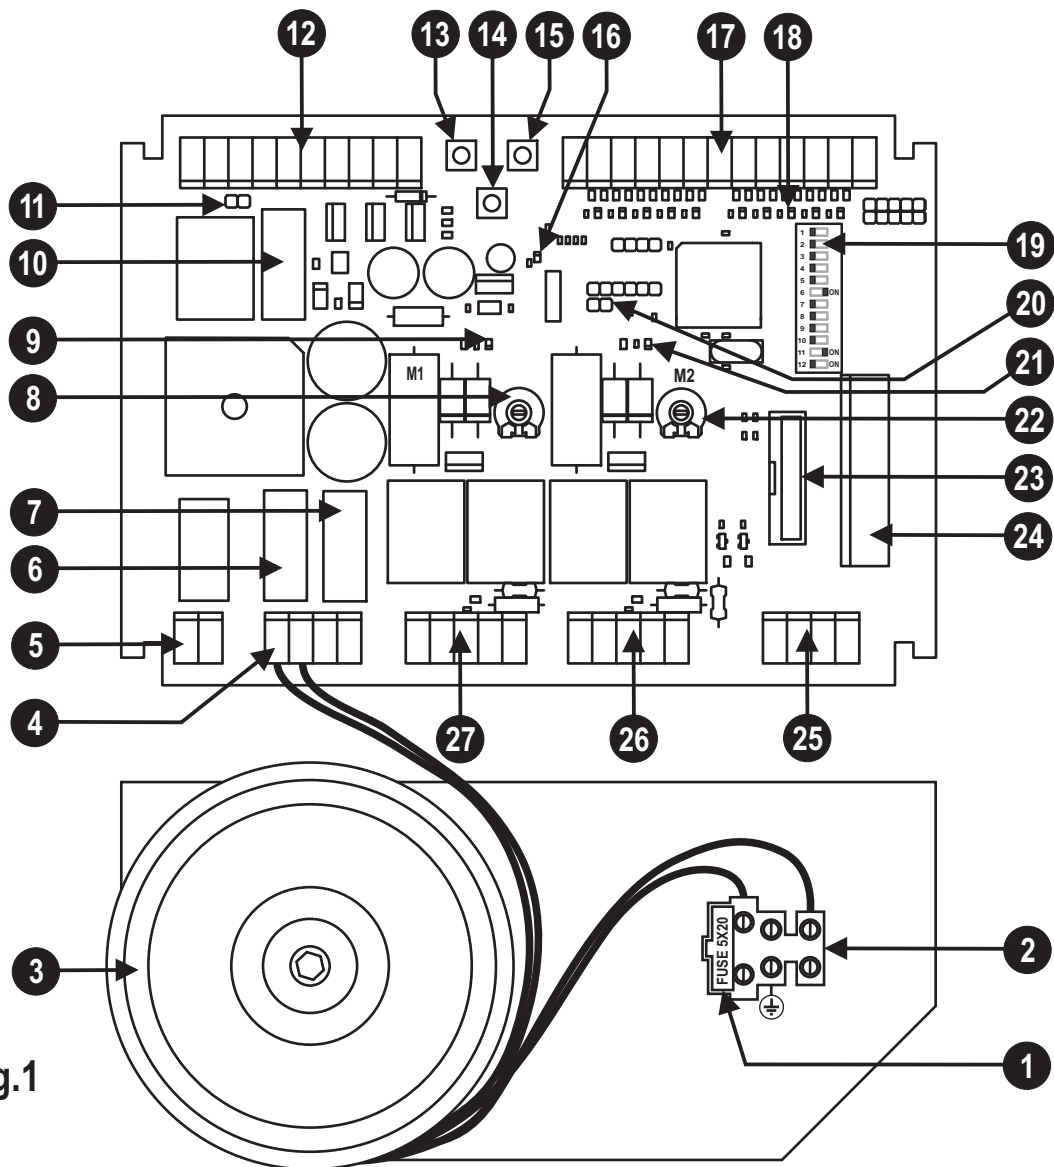

Fig.1
**DESCRIZIONE DELLE PARTI (Fig. 1)**